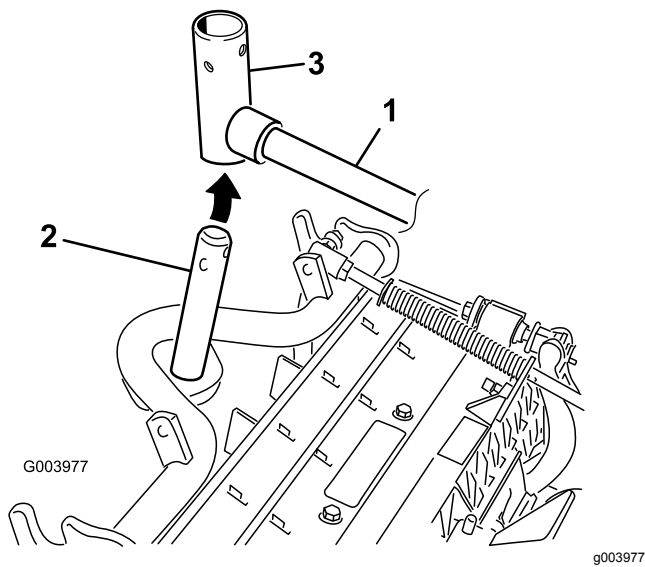

Bild 8
7. Frontschneideinheiten: Schieben Sie eine Schneideinheit unter den Hubarm und schieben Sie gleichzeitig die Trägerrahmenwelle in das Gelenkjoch des Hubarms (Bild 8).
- B. Setzen Sie das Hubarmjoch in die Trägerrahmenwelle ein (**Bild 8**).